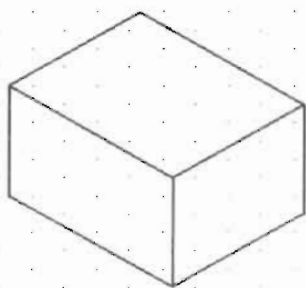

图 11-54
(6) 删除被遮挡的直线, 长方体轴测图就绘制好了, 结果如图 11-54 所示。